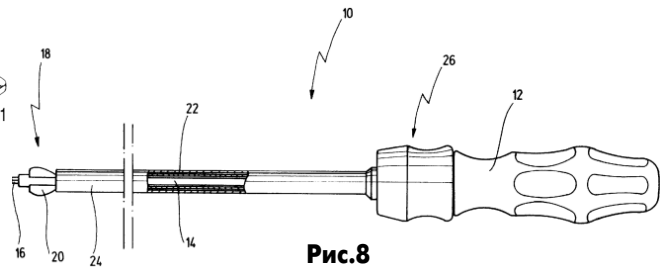

Рис.8
**Отвертка для вкручивания шурупов внутри тела человека или животного** описана в патенте США 6189422 (2000 г.). В ней имеются рукоятка 12 (рис.8), с которой неподвижно связан стержень 14, проходящий внутри полой трубки 22. Стержень заканчивается головкой 16. Зажим 20 связан с трубкой 22, которая, в свою очередь, соединена с